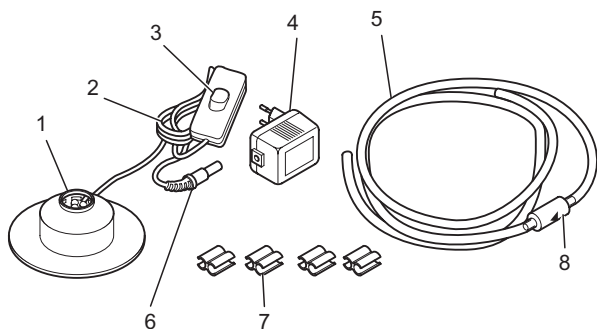

Abb. 1
5. Una la conexión de enchufe (Fig. 1/6) con la fuente de alimentación (suministrados).